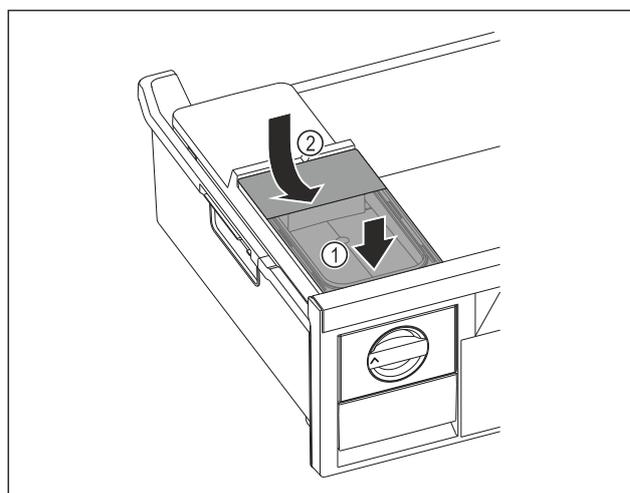

Fig. 70
- ▶ Colocar el depósito de agua por delante. Fig. 70 (1)
- ▶ Bajar el depósito de agua por detrás. Fig. 70 (2)